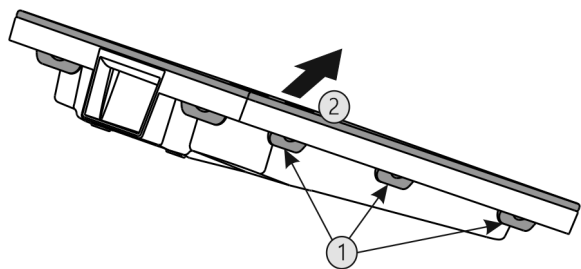

Fig. 75
- ▶ Alle Laschen Fig. 75 (1) nacheinander drücken und die Abdeckung Fig. 75 (2) entnehmen.